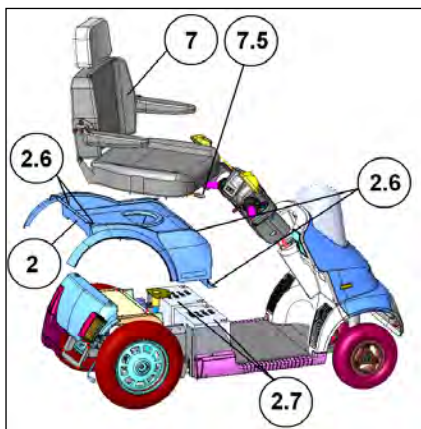
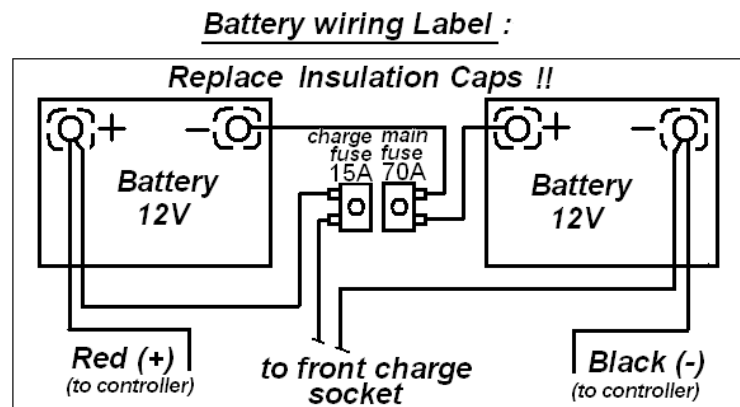

Figura 11
Figura 12
2. I numeri tra parentesi si riferiscono alle parti illustrate nella Figura 11.
Sostituire le batterie	<p>Attenzione! Le batterie devono essere sostituite solo da professionisti qualificati.</p> <p>Avvertenza! Le batterie contengono un'elevata fonte di energia e possono generare scintille con conseguente rischio di incendio.</p> <p>Avvertenza! La manipolazione non corretta delle batterie può causare danni e lesioni.</p> <p>Per questa procedura fare riferimento alla Figura 12.</p> <ol style="list-style-type: none"> 1. Rimuovere il cappuccio isolante da uno dei terminali della batteria. 2. Utilizzando una chiave da 10/13 mm, svitare il cavo dal terminale. Prestare attenzione che la chiave non tocchi nessun altro terminale o parte metallica per evitare il rischio di danni o lesioni. 3. Ripetere i passaggi 1 e 2 per tutti gli altri terminali. 4. Rimuovere le vecchie batterie e installare le nuove. 5. Collegare i cavi delle nuove batterie come illustrato nella Figura 11 (e sull'etichetta fissata vicino le batterie). 6. Avvitare bene i terminali e reinserire i cappucci isolanti.